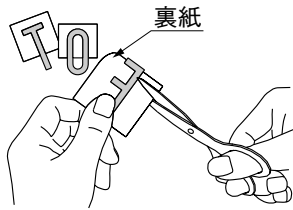

図5-2
- ② 文字に合わせて裏紙をハサミで5分の1程度切ってください。(図5-2参照)